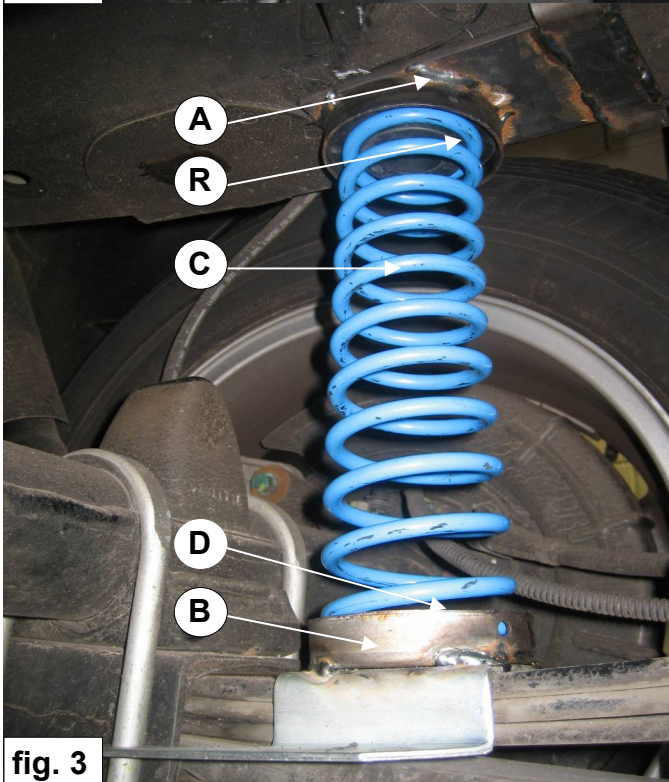

fig. 3
6. Plaats hulpveer **C** met de grootste diameter op veerschotel **D**, druk de hulpveer krachtig in, en plaats de hulpveer boven op rubber **R**. Zie fig.3.